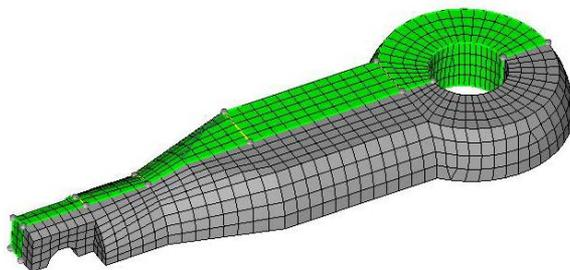

图 5-69 完成镜像操作
- (3) 左键单击黄色的 elems 按钮，选择 duplicate 进行复制操作。
(4) 单击 reflect 按钮完成左右的镜像操作，模型如图 5-69 所示。